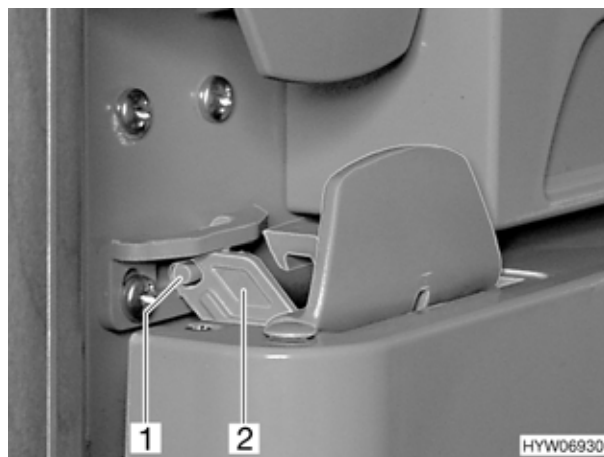

Fig. 162 Porta del frigorifero in posizione di aerazione (variante 2)
- Aprire il bloccaggio (Fig. 162,2) e innestarlo nel perno (Fig. 162,1). In questo modo la porta rimane ferma in posizione socchiusa.